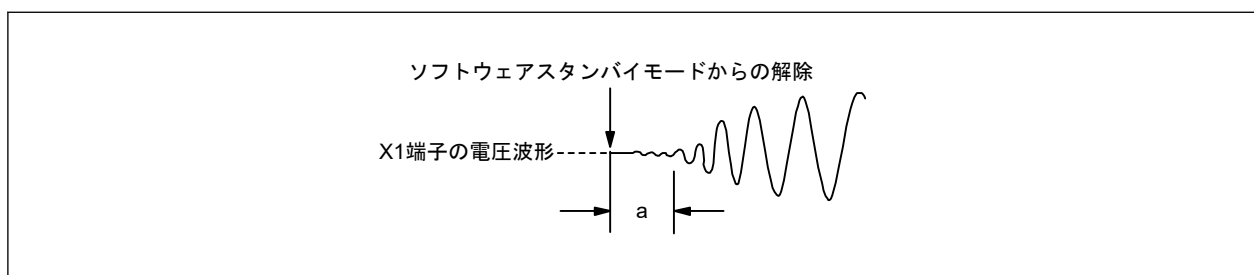

図 8.2 初期発振のイメージ
- 注. MOSC クロック発振安定時間は、クロックの発振開始までの時間を含みません。(図 8.2 を参照してください。)